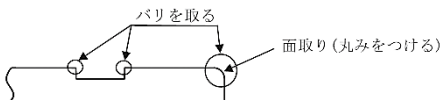

図50 挿し口のバリ取りおよび面取り
- (4) やすりまたはグラインダなどを使用して、加工時に発生したバリを取り、挿し口先端に面取り(丸みをつける)を行う(図50参照)。